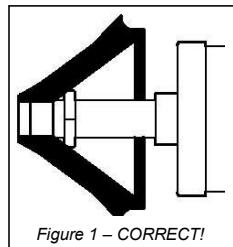
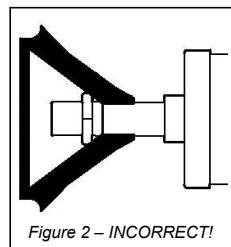
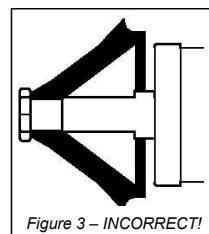

Figure 1 – CORRECT!
Figure 2 – INCORRECT!
Figure 3 – INCORRECT!
3. Utilisez l'écrou de blocage pour maintenir le cône en place comme illustré sur la figure 1, jamais comme illustré sur la figure 3.
1. Glissez l'embout de caoutchouc de 4 pouces sur l'axe, avec la pointe du cône tournée vers l'extérieur comme illustré sur la figure 1, et non avec la pointe du cône tournée vers le cylindre comme illustré sur la figure 2.